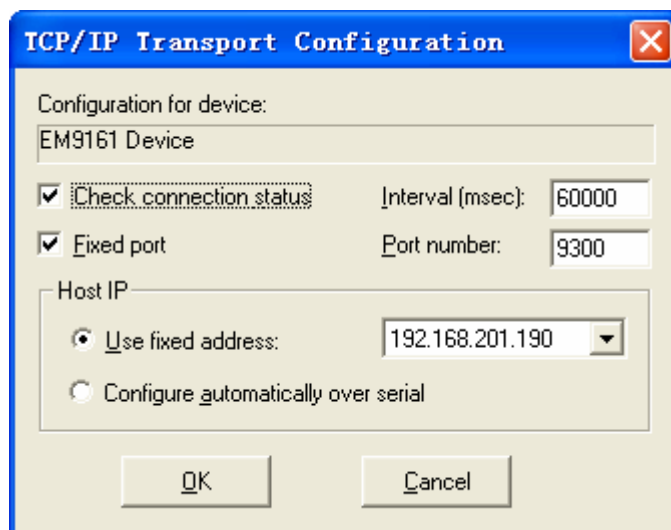

图 3-19 配置网络端口和开发主机的 IP 地址
6、勾选 **Fixed port**, 并在其右边的 Port number 中输入 **9300**。然后在 Use fixed address 右边选择开发主机的 IP 地址。以笔者的开发环境为例, 应该是 192.168.201.190, 如图 3-19。